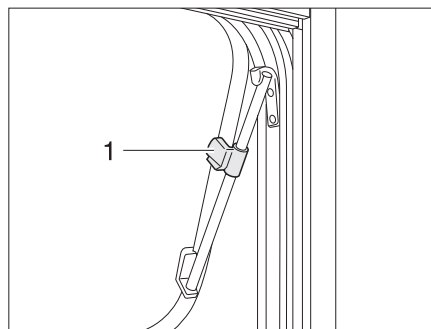

Fig. 39 Ventana abatible con soportes giratorios, abierta
- Abrir la ventana abatible hasta la posición deseada y fijarla con el botón moleteado (Fig. 39,1).
- Girar el botón moleteado (Fig. 39,1) hasta que se libere el bloqueo.